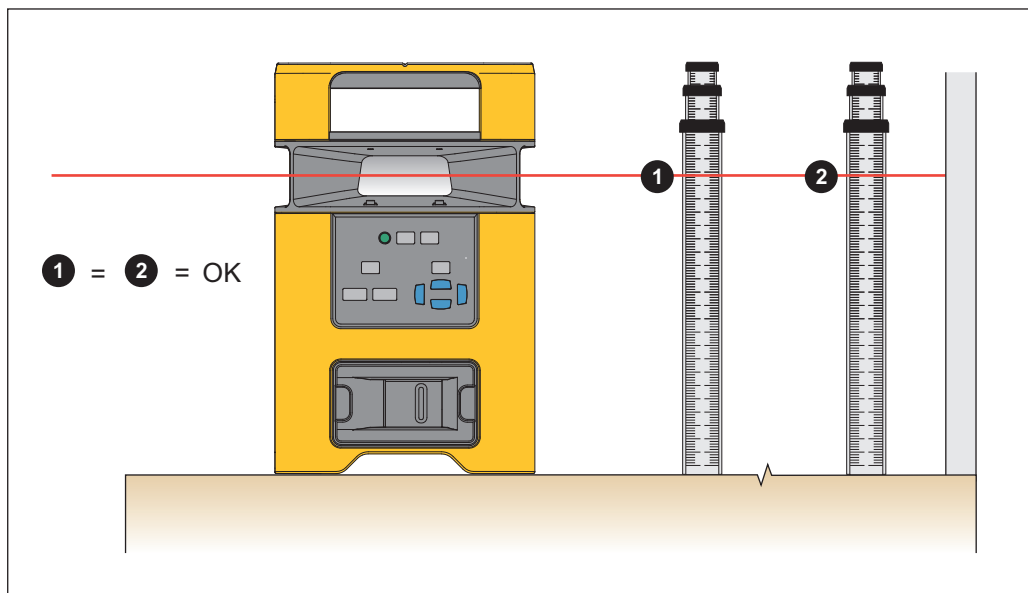

Figura 6. Livellamento di un elemento esistente
2. Misurare la distanza dall'elemento al laser. Vedere la figura 6.